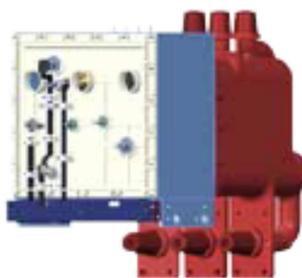

Рисунок 2. Вакуумный выключатель в комбинации с одним
- высоковольтная аппаратура (в зависимости от исполнения шкафа), (рис. 2);